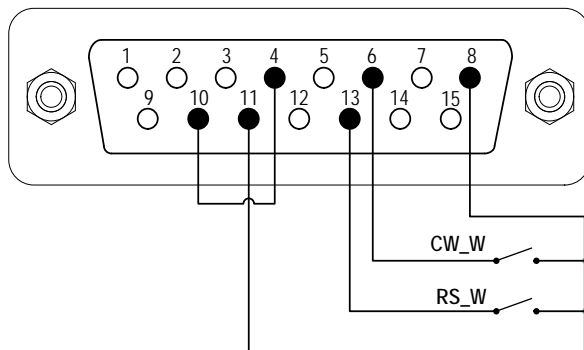

Abbildung 17. Logikpegel 2 Steuerung mit der internen 12V-Stromquelle
- 1) Schalten Sie die Stromversorgung aus. Verdrahten Sie den DB15-Stecker wie in Abbildung 17 oder Abbildung 18 und verbinden Sie ihn mit dem DB15-Anschluss auf der Rückseite der Pumpe.